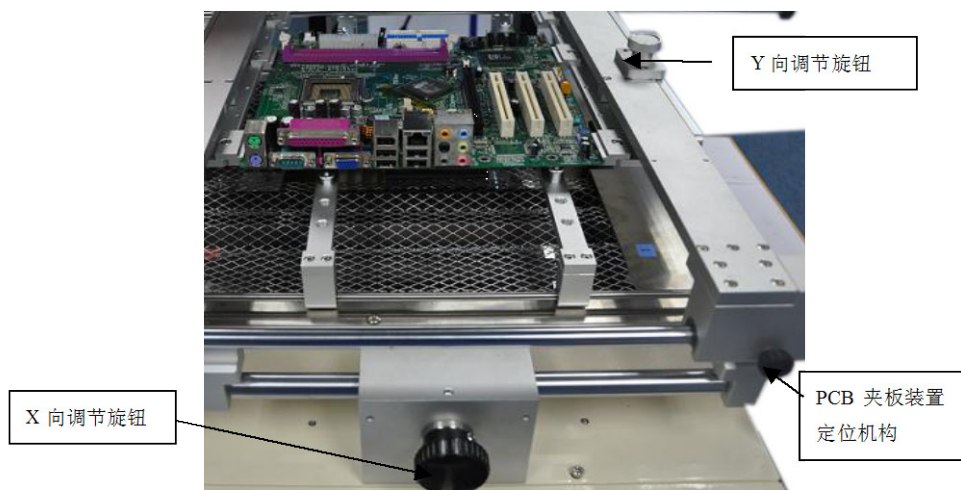

图 11-44 调整 PCB 板 X 和 Y 向位置
(4) 将 PCB 放置在底部支撑条上，使 BGA 中心和上部喷嘴中心及下部喷嘴中心一致，调节 PCB 夹板装置，使 PCB 板两边放在 PCB 夹板装置定位台阶上，锁紧 PCB 夹板装置定位机构。
(5) 调整 PCB 板 X 和 Y 向位置，使 BGA 边沿均在上部喷嘴内，再将 PCB 夹板装置定位机构锁紧，如图 11-44 所示。